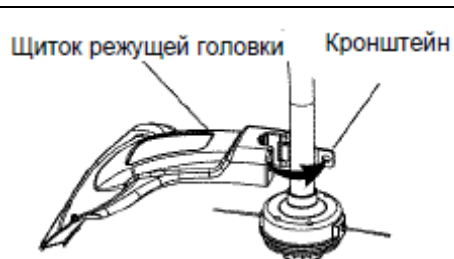

Рис.1
1. Расположите щиток режущей головки на установочном кронштейне, совместив соответствующие отверстия (Рис. 1).